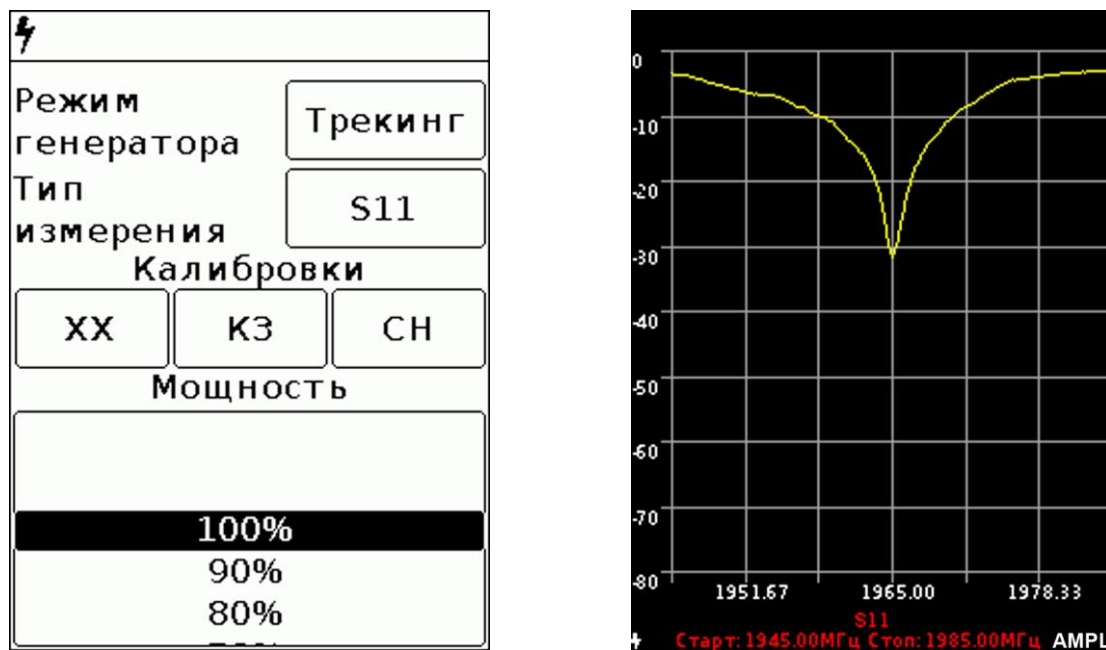

Рисунок 8.4.4 – Измерение коэффициента отражения
8.4.3.1. Для измерения коэффициента отражения выберите режим работы генератора «Трекинг» и тип измерения S11 (Рисунок 8.4.4). Коэффициент отражения отображается графиком в логарифмической сетке с вертикальной осью в дБ. На горизонтальной оси отображается заданный диапазон частот.